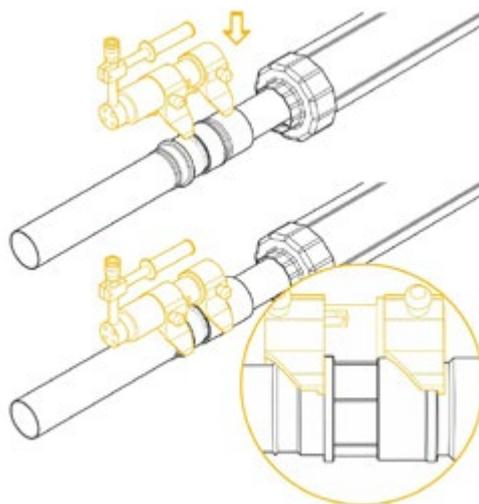

Рис. 5.7.10
**8.** Установить гидравлический инструмент таким образом, чтобы подвижная и опорная губки тисков вошли в сцепление с буртами на гильзе надвигной и втулке пресс-фитинга (рис. 5.7.10).